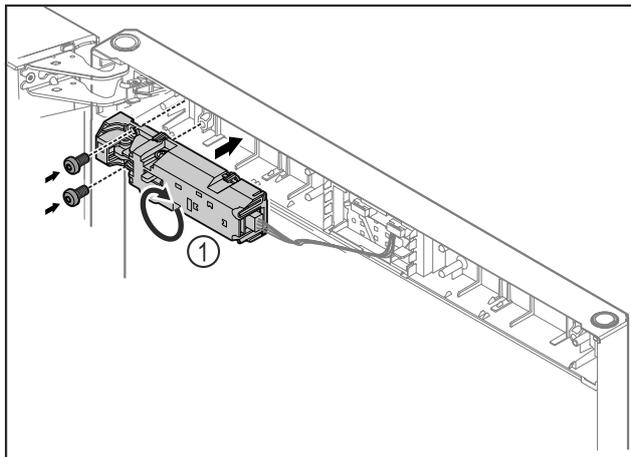

Fig. 14
- ▶ Girar la cerradura remota Fig. 14 (1) 180° y fijar en la parte contraria.